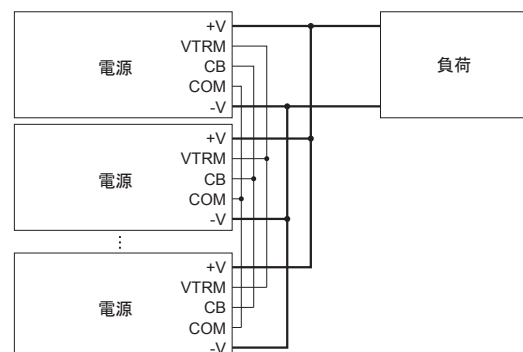

図2.2 並列運転時の接続例
- 図2.2の配線をすることで、並列運転可能です。並列運転するすべての電源のCB端子、VTRM端子、COM端子同士を接続してください。